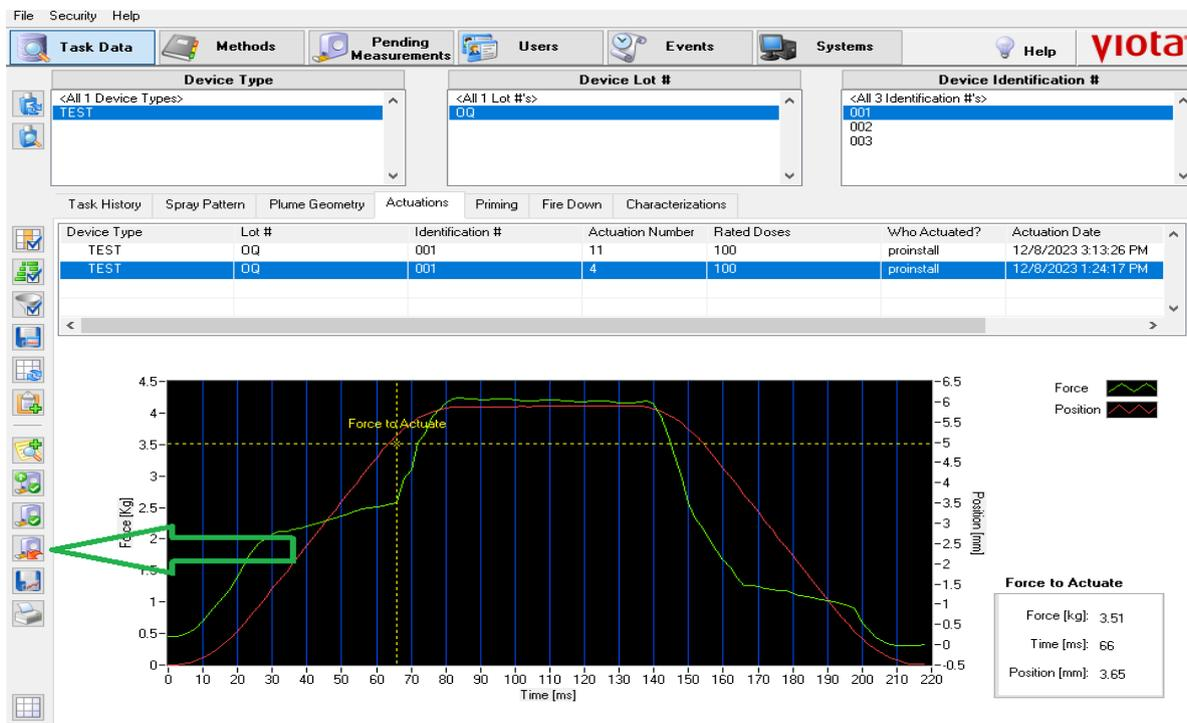

Figura 94. Remedindo força de atuação.
- Para medir novamente a força de atuação clique na linha correspondente aos dados da tarefa de atuação e em seguida no botão *Re-Measure* conforme Figura 94.